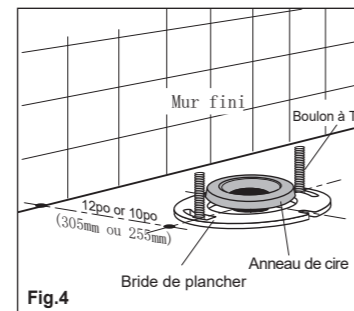

Fig.4
2. Placer l'anneau de cire et le connecteur sur les boulons à T, comme indiqué aux fig. 4 et 5, en veillant à ce qu'il soit positionné pour un dégagement de 10 po (255 mm) ou de 12 po (305 mm), comme illustré à la fig.1.